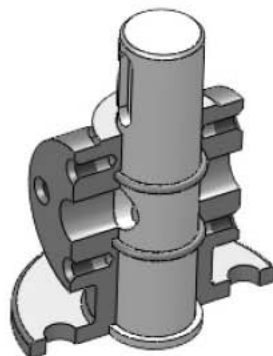

Рис. 6.36. Вставленная пробка
6. Вставьте пробку, наложив сопряжения **Соосность** центрального отверстия в корпусе и **Совпадение** буртика пробки с углублением под него в корпусе (рис. 6.36).